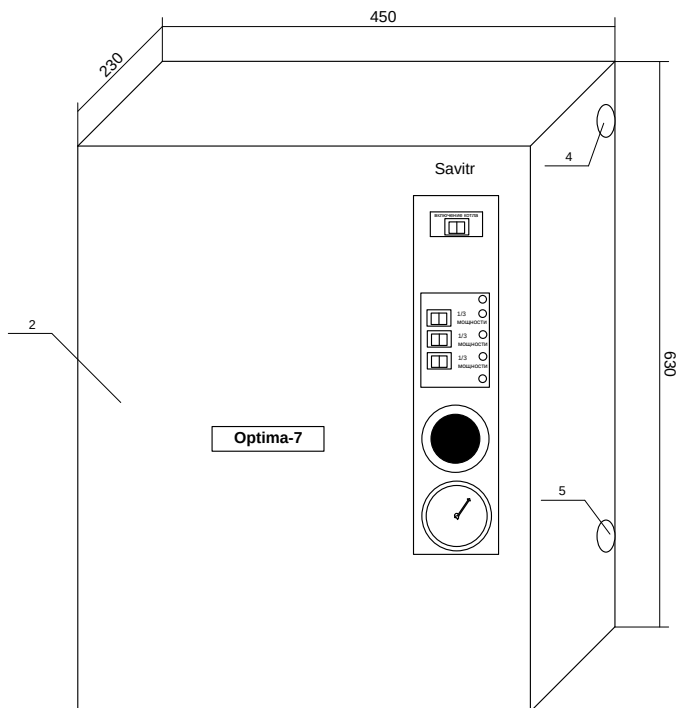

Рисунок 2. Общий вид водонагревателя «Optima»
6.1. Для подготовки водонагревателя электрического серии «Optima»/«Standart» к работе, необходимо подсоединить его к отопительной системе, закрепив его на стене таким образом, чтобы в случае срабатывания клапана безопасности (поз.17 рис.2) теплоноситель мог свободно стекать вниз.
Для электрического питания котла необходимо подключить три фазы к контактам пускателя (поз.10 рис.2), соответственно к клеммам А, В, С и нейтраль к клемме N.
Рекомендуется силовые кабели и кабели управления прокладывать отдельно, для этого в корпусе предусмотрены отдельные кабельные вводы (поз 4 и 5 рис. 2).
6.9. Заземлите водонагреватель. Контакт заземления (поз.11 рис.2), соедините медным гибким проводом, сечением не менее 2,5 мм² с заземляющей магистралью. Последовательное включение в заземляющую магистраль запрещается!
- выберите необходимую мощность водонагревателя. Для этого включите любые одну, две или три клавиши мощности на блоке управления 22 (рис.2);
- установите необходимую температуру теплоносителя регулятором температуры 8 (рис.2) и температуру воздуха в помещении на комнатном термостате (в случае его использования);